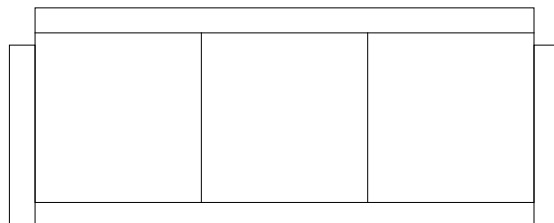

图3-20 最终效果
- 04 单击“修改”工具栏中的“删除”按钮, 删除点，最终效果，如图3-20所示。